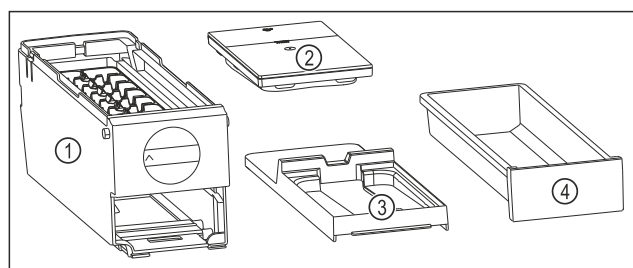

Fig. 214 Composants de l'EasyTwist-Ice
- L'EasyTwist-Ice est démonté en quatre parties. (voir Fig. 214)
- Ne démonter l'EasyTwist-Ice que de la manière illustrée. (voir Fig. 214)
- Nettoyer le corps de l'EasyTwist-Ice Fig. 214 (1) dans son ensemble.